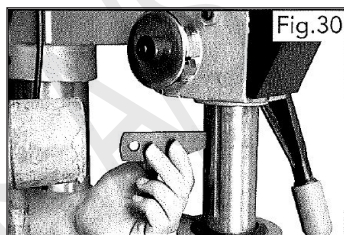

Fig.30
2. Indsæt drivnøglen i åbningen, og bank godt med en metalhammer, indtil den slipper. (Sørg for, at patronens kæber er viklet helt op for at forhindre beskadigelse (fig. 30).